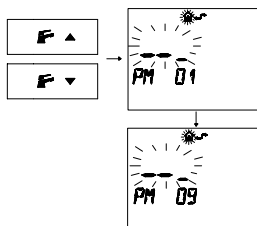

Fig. 2.28
- 3 Нажать кнопки и для отображения программирования "PM 09" выбор Функции Трубочиста (Fig. 2.28).